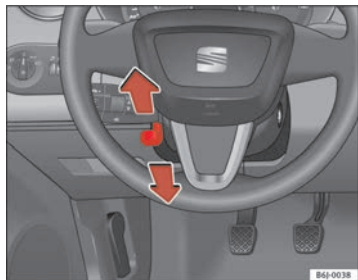

Abb. 92 Lenkradhöhen-
- Schwenken Sie den Hebel ⇒ Abb. 92 unter der Lenksäule nach unten ⇒ ⚠.
- Stellen Sie das Lenkrad so ein, bis die gewünschte Einstellung erreicht ist ⇒ Abb. 92.
- Stellen Sie den Fahrersitz oder das Lenkrad so ein, dass der Abstand zwischen Lenkrad und Brustbein mindestens 25 cm beträgt ⇒ Abb. 92. Wenn Sie den Mindestabstand nicht einhalten, kann Sie das Airbag-System nicht schützen – Lebensgefahr!